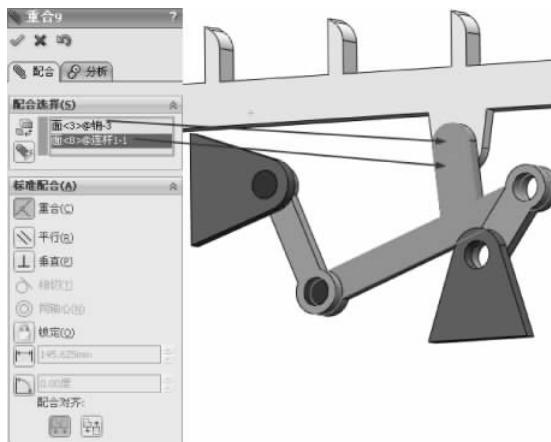

图 3-231 重合配合
(20) 继续进行配合约束，选择【标准配合】选项组下的【重合】配合类型 ，在【要配合的实体】选择框 中选择如图 3-231 所示的面，其他保持默认，单击【确定】按钮 ，完成重合配合。